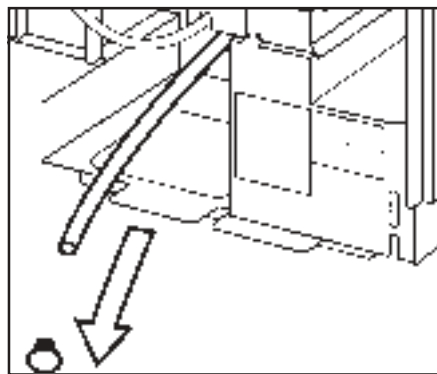

Fig. 16: Het aftappen van de boiler
7. Trek de aftapplug die achter de afvalbak zit (zie fig. 16) voorzichtig naar voren los